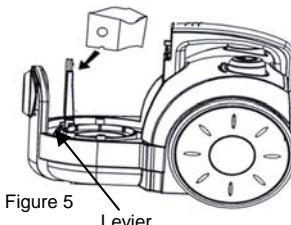

Figure 5
- Assurez-vous que le carton du sac repose bien. Vous verrez le levier de blocage se mettre en position. (Fig. 5)